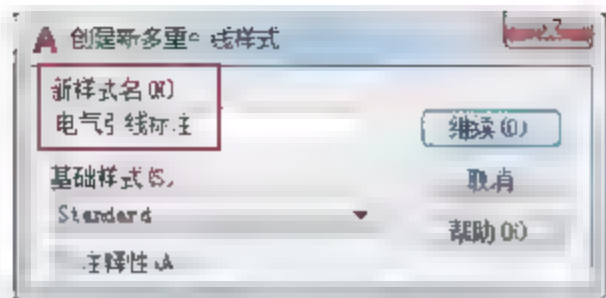

图5-87 设置名称
- 02 在命令行中输入MLS，弹出【多重引线样式管理器】对话框，单击【新建】按钮，设置样式名称，如图5-87所示。